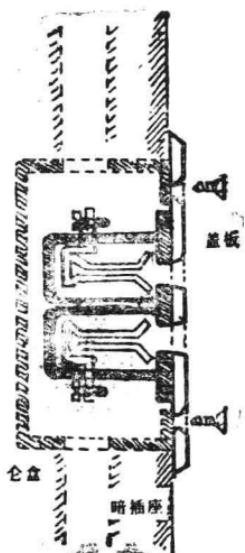

图1—21
2. 暗装式插座(嵌入式插座)它具有外形美观，安全可靠的优点，与暗装式开关一样，板面与插座组成一个整体。现代建筑安装中，广泛采用，其结构如图1—22。